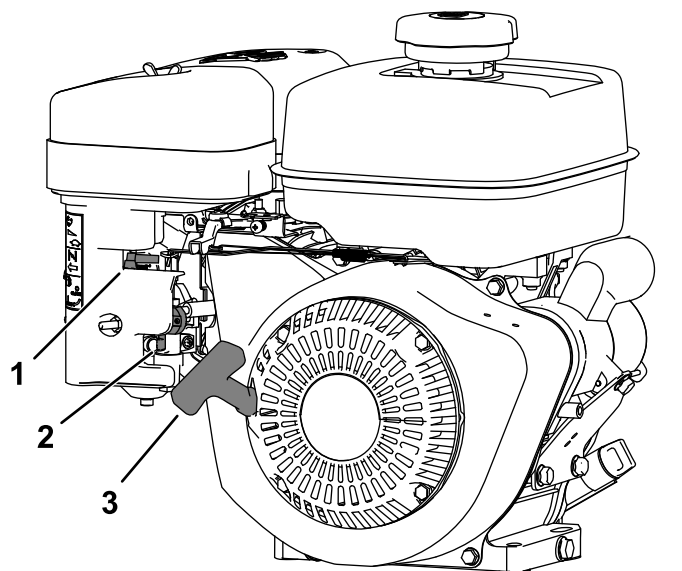

Figura 8
Il comando dello starter è situato sul lato sinistro della plancia: utilizzatelo per avviare il motore a freddo (Figura 8).
La valvola di intercettazione del carburante è situata sul lato anteriore destro del motore, sotto il serbatoio del carburante (Figura 8).
3. Pulite intorno al tappo del serbatoio carburante e toglietelo. Figura 8
4. Riempite il serbatoio con il carburante (Figura 8) fino a 6 - 13 mm dall'estremità superiore del serbatoio. **Non riempite fino al collo del bocchettone del serbatoio.**